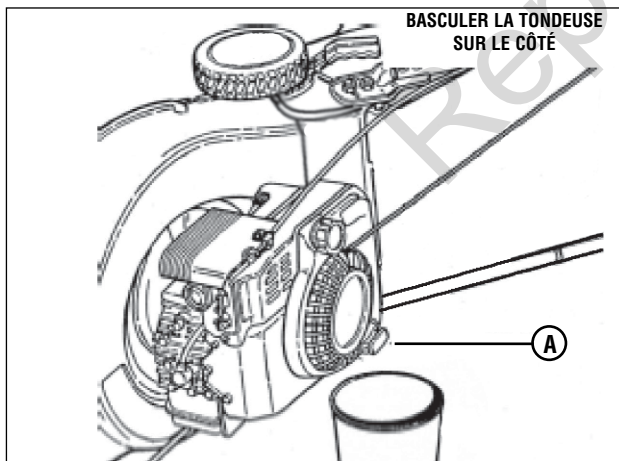

Figure 13 : Vidange de l'huile de moteur
2. Pour un changement d'huile simple et propre, tournez simplement la tondeuse sur le côté pour vidanger l'huile, comme illustré. Faites couler l'huile par le tube de jauge (A, Figure 13) dans un récipient. Laissez assez de temps pour que toute l'huile soit vidangée.